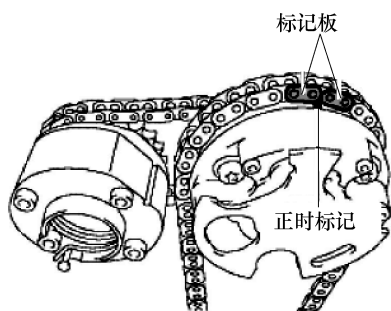

图 1-8 1 号链条橙色标记板与
③ 拆下曲轴带轮螺栓。
① 如图 1-8 所示，将 1 号链条的橙色标记板与凸轮轴正时齿轮的正时标记对准，并将链条接合到齿轮上。